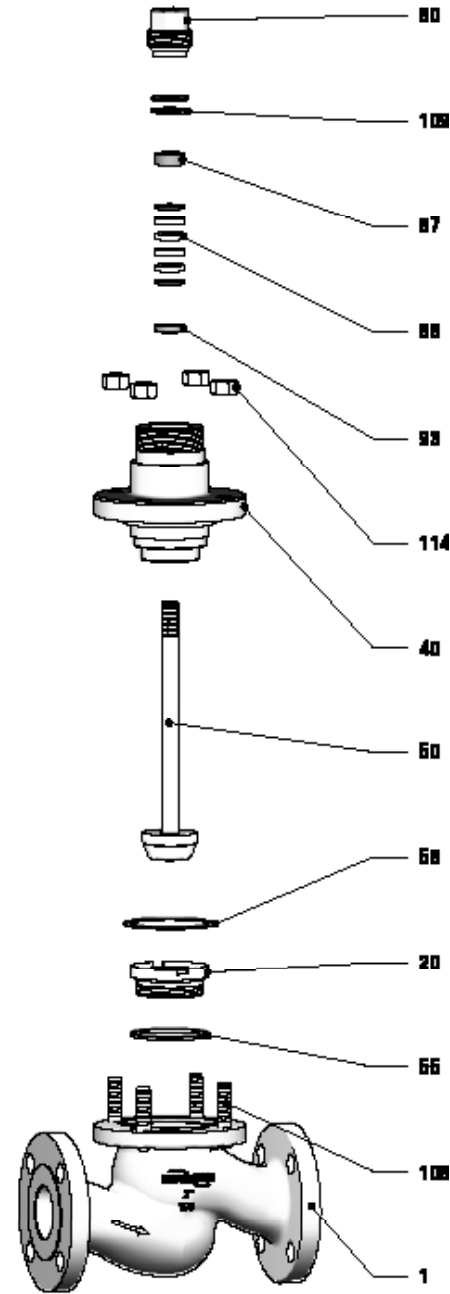

Figura 9: Desensamblaje/reensamblaje de la válvula
1. Gire las tuercas del bonete (114) en sentido antihorario para aflojarlas (Vea la Figura 9: Desensamblaje/reensamblaje de la válvula).
2. Gire el collarín que comprime la empaquetadura (80) en sentido antihorario para aflojarlo.
3. Saque las arandelas Belleville (109).
4. Saque la guía superior de vástago (87).
5. Coloque la herramienta tipo tuerca con anillo (Vea la sección 16: Herramientas especiales) sobre el vástago (50) y gire lentamente.